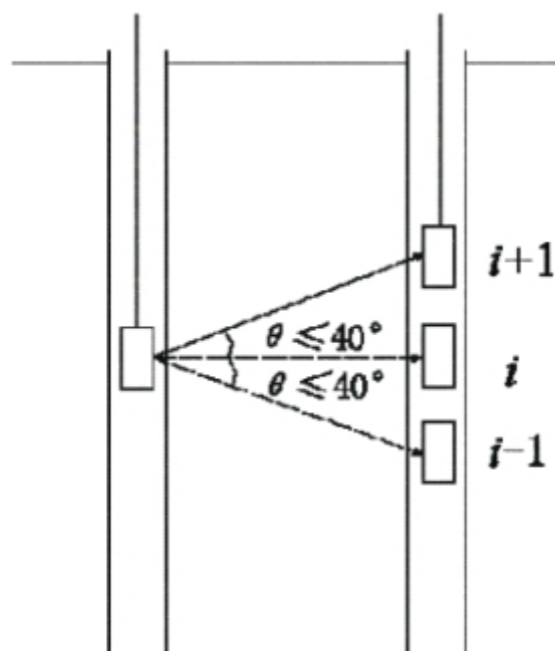

图10.4.3 扇形扫测示意图
10.3.3在桩身质量可疑的声测线附近，应采用增加声测线或采用扇形扫测（图10.4.3）、交叉斜测、CT影像技术等方式，进行复测和加密测试，确定缺陷的位置和空间分布范围，排除因声测管耦合不良等非桩身缺陷因素导致的异常声测线。采用扇形扫测时，两个换能器中点连线的水平夹角不应大于 40° 。